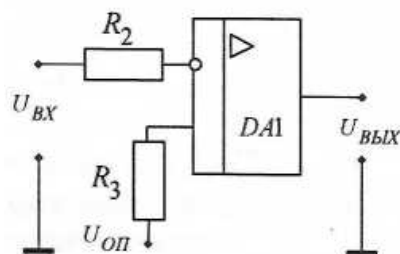

Рис. 6
3.4.1. Собрать схему двухвходового компаратора согласно рис. 6. В качестве опорного напряжения $U_{оп}$ использовать регулируемое напряжение, снимаемое с гнезда ХЗ. К инвертирующему входу подключить функциональный генератор, используя у него выход «~». Установить заданную частоту переменного напряжения и заданное значение опорного напряжения.